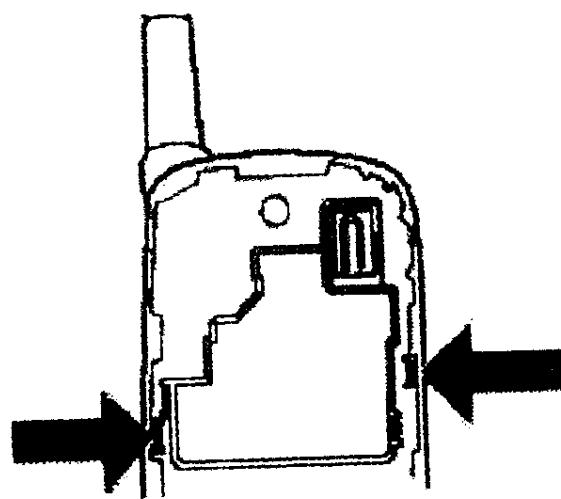

图10 RF保护罩的拆卸
11. 用改锥或类似工具压住一侧的固定夹, 取下RF保护罩(见图10)。